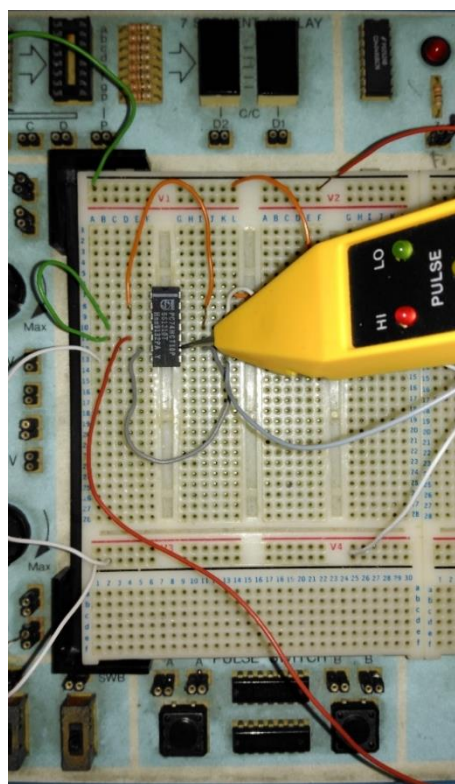

Fig. 5 - Teste com a ponta de prova.
7. Caso encontre erros, calcule e anote o valor esperado em cada um dos nós do circuito para uma combinação de entradas que corresponda a uma saída incorreta. Coloque essa combinação na entrada do circuito e utilize a ponta de prova desde a saída até às entradas para observar os valores lógicos em casa ponto do circuito. Compare o valor observado com os valores esperados para localizar o erro. **NOTA:** a ponta de prova nunca deve ser aplicada nos furos da placa de bread-board, apenas encostada aos pins do circuito integrado, com cuidado para não fazer curto-circuito entre dois pins (Fig. 5).